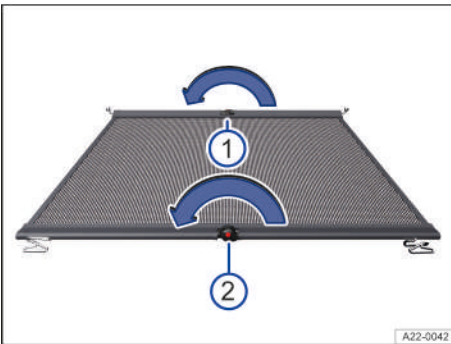

Fig. 204 Plegar la red de separación.
- ① Botón de desbloqueo superior
- ② Botón de desbloqueo inferior
1. Presione el botón de desbloqueo y pliegue la varilla transversal en el sentido de la flecha manteniendo el botón de desbloqueo presionado → fig. 204 ①.
2. Repita esta operación en el otro botón de desbloqueo → fig. 204 ②.